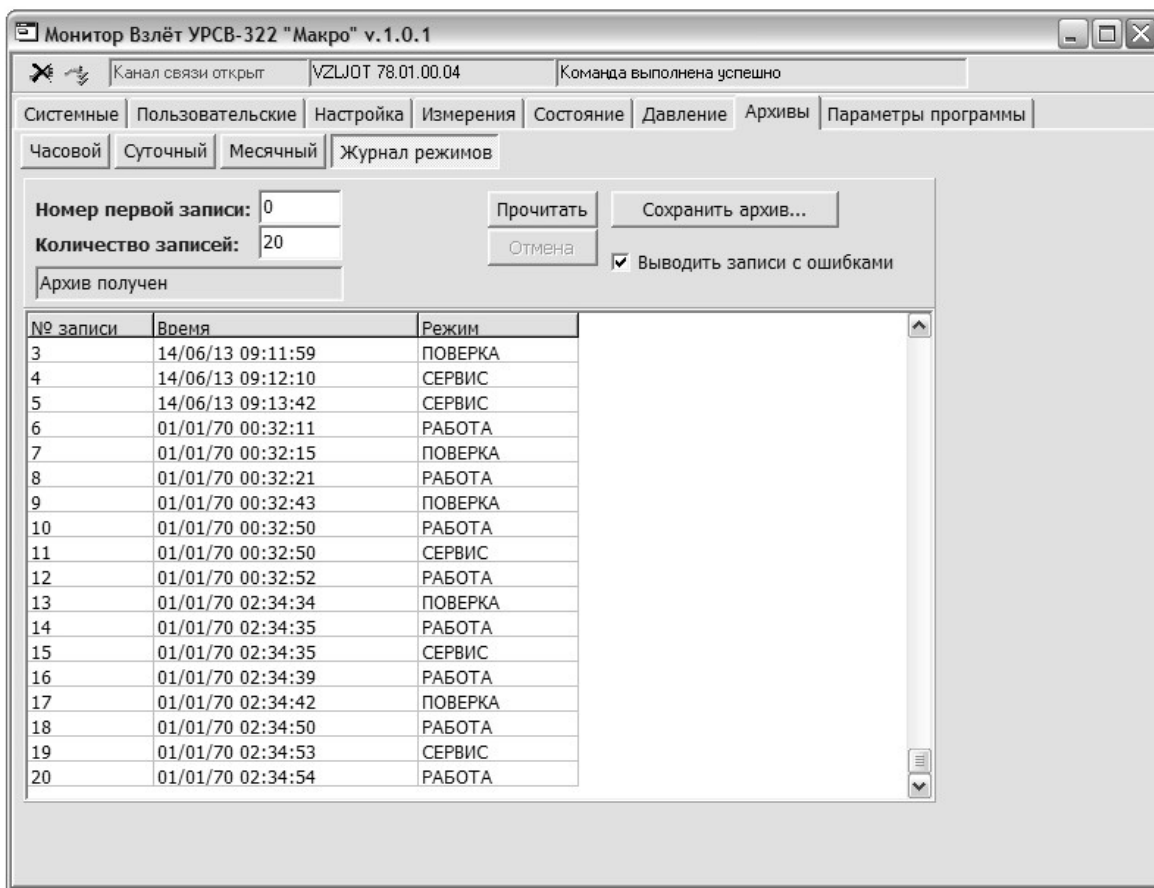

Рис.15. Окно вкладок «Архивы / Журнал режимов».
- 3.1.12. Для перехода к окну архивных данных щелкнуть мышкой на вкладке **Архивы**. На дисплее ПК отобразится окно, возможный вид которого показан на рис.15.